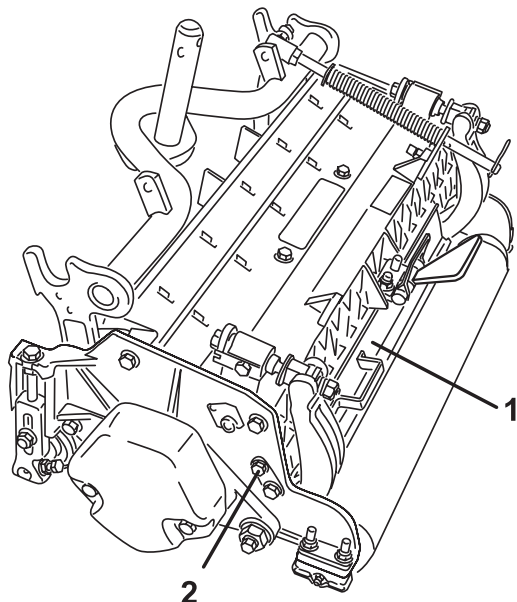

Figure 3
1. Pour ouvrir le déflecteur arrière (Fig. 3), desserrez la vis qui le fixe à la plaque latérale gauche, pivotez le déflecteur en position ouverte et serrez la vis.